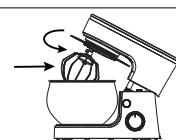
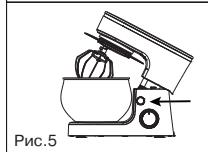
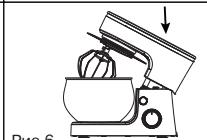
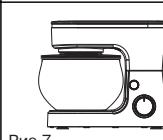

Рис.4
Рис.5
Рис.6
Рис.7
- Установите одну из насадок (1, 2 или 3) на вал (6), слегка нажмите на насадку по направлению вверх и поверните насадку против часовой стрелки до упора (рис. 4). Убедитесь в надёжной фиксации насадки.
- Поместите необходимые ингредиенты в чашу (5).
- Нажмите и удерживайте кнопку (9) (рис. 5), нажимая на верхнюю часть моторного блока (8) (рис. 6), установите его в рабочее положение, отпустите кнопку (9). Убедитесь в надёжной фиксации моторного блока (8) в рабочем положении (рис. 7).